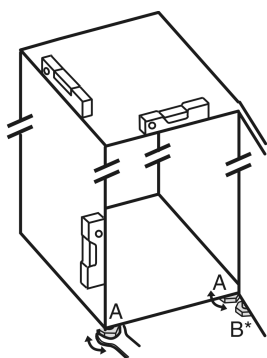

Fig. 4
- 用随附的开口扳手将垫脚 Fig. 4 (A) 借助水平仪旋出，直至稳固、平坦对齐冰箱。
- 使用随附的开口扳手旋出托架上的垫脚 Fig. 4 (B)，直至垫脚平置于地板。
- 将垫脚 Fig. 4 (B) 继续旋转 90°。